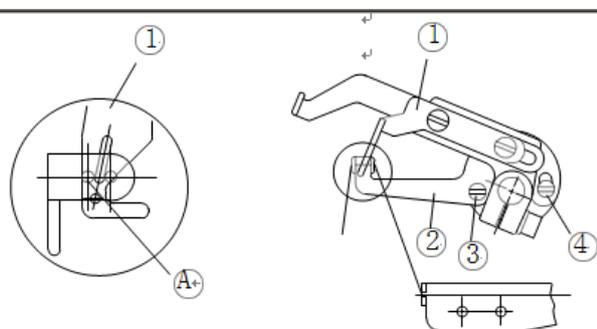

Fig. 22/22
1. Когда нитепритягиватель расширителя отрегулирован в верхнее положение, маленькое отверстие А другого нитепритягивателя должно находиться на одном уровне с длинной канавкой нитепритягивателя (Рис. 22)
2. Для необходимых регулировок сначала ослабьте винты (3) и (4), переместите приемник распределителя (2) вверх и вниз, а затем снова затяните винт.